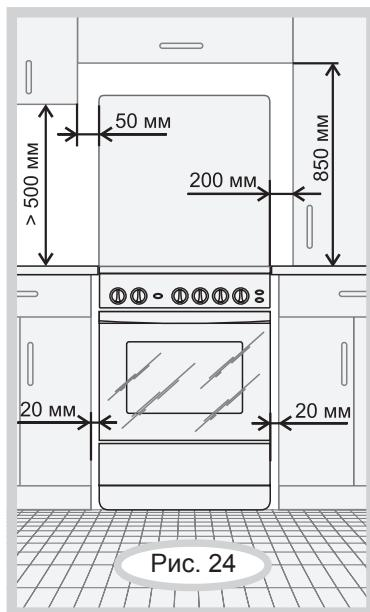

Рис. 24
- ПЛИТА УСТАНОВЛЯЕТСЯ НА ПОЛ. УСТАНОВКА ПЛИТЫ НА ПОДСТАВКУ НЕ ДОПУСКАЕТСЯ. Минимальные расстояния, которые необходимо выдержать при установке плиты, показаны на рис.24.